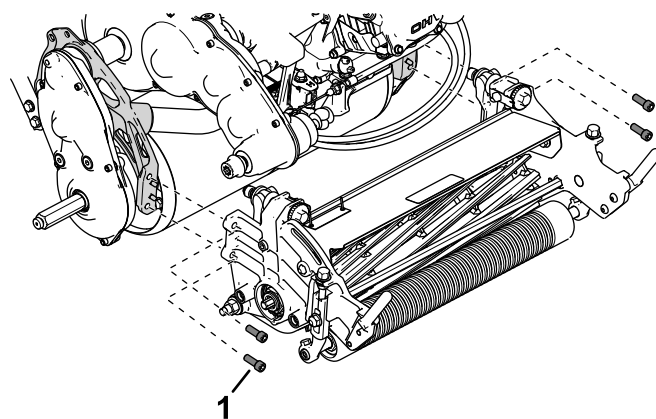

Bild 4
- Verwenden Sie die vier Bundkopfschrauben, um das Mähwerk an der Maschine zu befestigen (Bild 4).